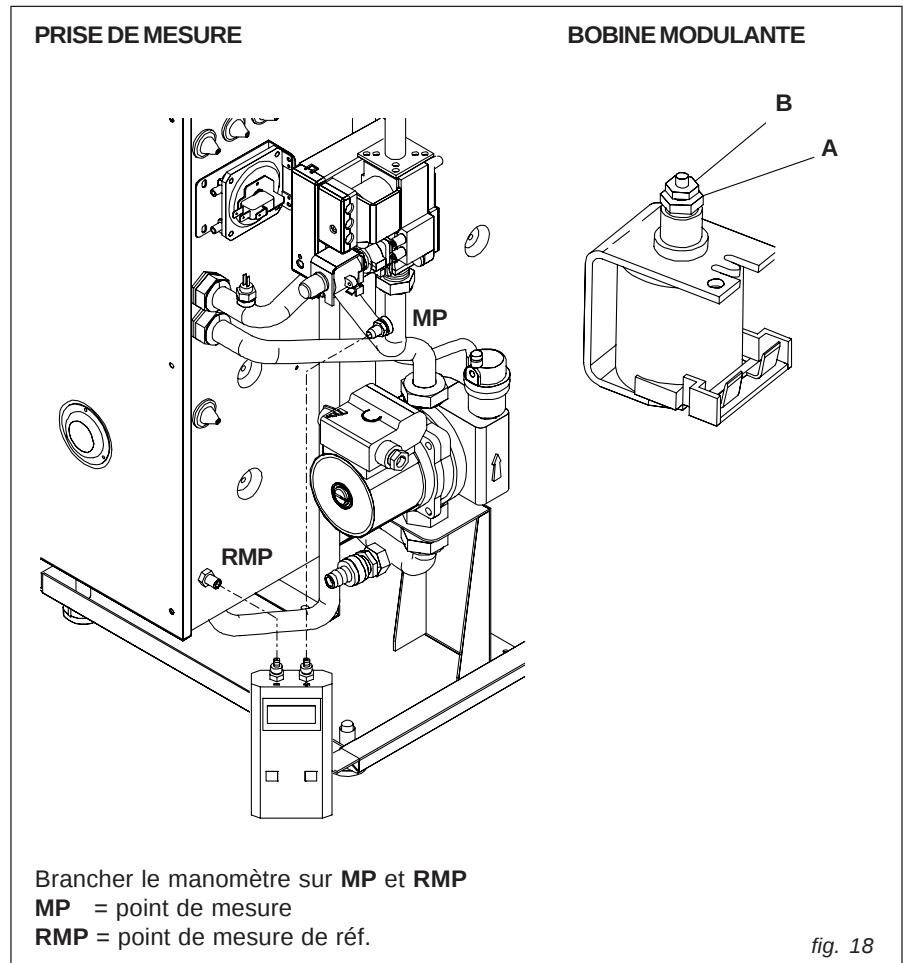

fig. 18
- Raccorder le manomètre comme indiqué sur la figure 18. *
- Modifier si nécessaire cette valeur en tournant l'écrou "A" (fig.18) dans le sens HORAIRE pour l'augmenter et dans ANTI-HORAIRE pour diminuer.
Au bout d'environ 120 secondes, la valeur de la pression augmente: vérifier alors sa valeur et si, nécessaire la modifier en tournant l'écrou "B" (fig 18) dans le sens HORAIRE pour l'augmenter et dans ANTI-HORAIRE pour diminuer.